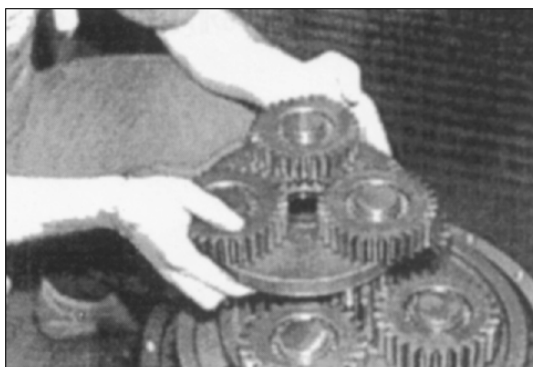

Рис. 81
19. Снимите первый блок планетарных шестерен. Рис. 81.